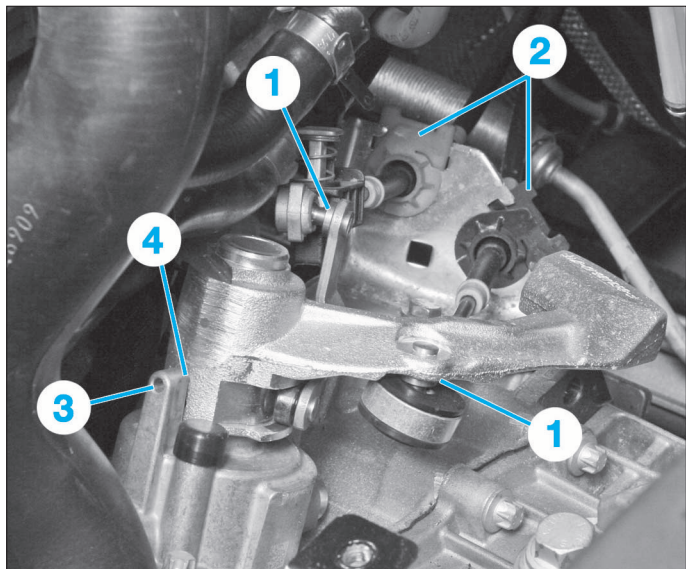

FIG. 7
- Dégrafer les câbles de commande et de sélection des rotules (1) sur le mécanisme de la boîte de vitesses (Fig.7).
- Tirer le verrouillage (2) des arrêts de câbles et dégager les câbles du support.
- Soulever le mécanisme des vitesses jusqu'à ce que l'orifice (3) soit aligné face à l'orifice (4), puis insérer une goupille de Ø 5 mm environ et bloquer l'ensemble dans cette position.